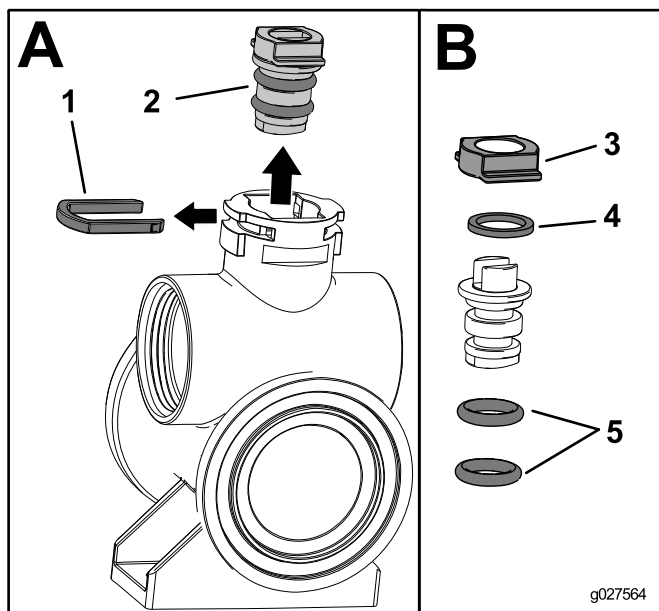

Bild 3
13. Nehmen Sie die Schafthalterbefestigung ab (Ausschnitt A, Bild 3).
14. Fassen Sie in das Ventilgehäuse und nehmen Sie den Ventilschaft heraus (Ausschnitt A, Bild 3).
15. Entfernen Sie den Ventilhalter, die Druckscheibe und die zwei O-Ringe vom Ventilschaft (Ausschnitt B, Bild 3).